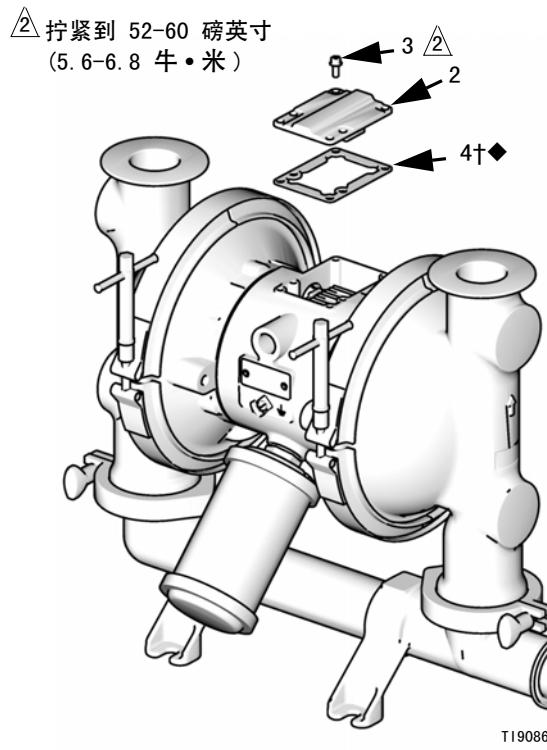

图 5
2. 用梅花头 (T20) 螺丝刀或 7 毫米 (9/32 英寸) 套筒扳手，卸下 6 个螺钉 (3)、空气阀盖 (2) 和密封垫 (4)。见图 5。
10. 将阀密封垫 (4†◆) 和阀盖 (2) 与中心机壳 (1) 上的 6 个孔对准。使用梅花头 (T20) 螺丝刀或 7 毫米 (9/32 英寸) 套筒扳手将其用 6 个螺钉 (3) 固定。用 52-60 磅英寸 (5.6-6.8 牛·米) 的扭力拧紧。见图 5。